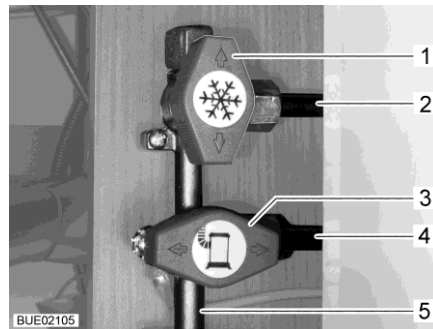

Bild 100 Läge Gasavstängningsventiler (exempel)
- Ställ gasavstängningsventilen för respektive gasapparat parallellt (Bild 100,3) med den ledning (Bild 100,4) som går till gasapparaten.
- Ställ gasavstängningsventilen för respektive gasapparat tvärs (Bild 100,1) mot den ledning (Bild 100,2) som går till gasapparaten.